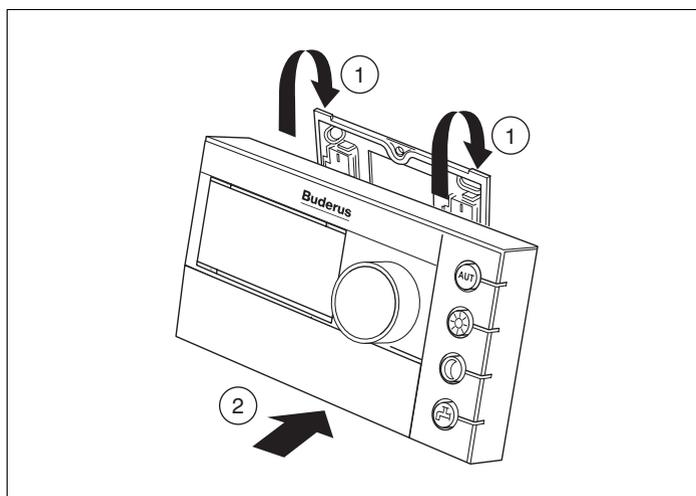

Fig. 4 Agganciare l'unità di servizio RC30
- Agganciare l'unità di servizio RC30 in alto nella piastra di montaggio nella direzione delle frecce (fig. 4, **pos. 1**).
- Premere l'unità di servizio RC30 verso il basso, in direzione della freccia, contro la piastra di montaggio, fino a quando non si aggancia (fig. 4, **pos. 2**).
- Sbloccare l'unità di servizio RC30 dal lato inferiore e sfilarla in alto (fig. 4, **pos. 2**).